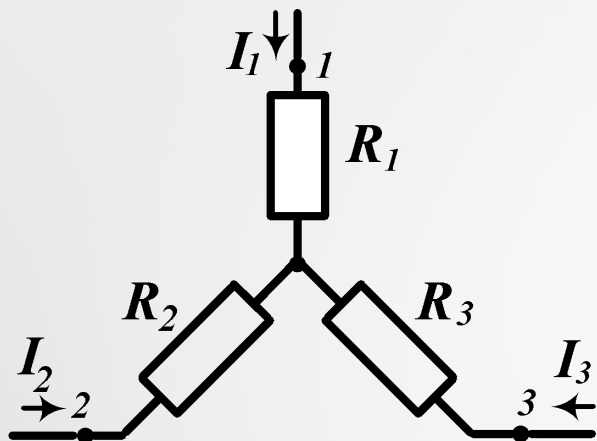

Рисунок 2.5 Схеми з'єднання зірка
3) Взаємне перетворення схем зірка – трикутник (рис. 2.5, 2.6) виникає при еквівалентній заміні складних схем.